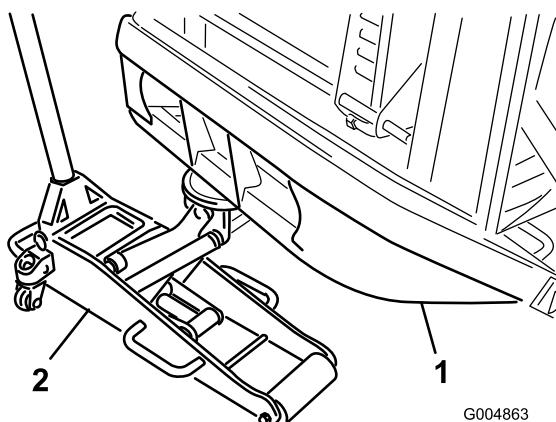

Figure 97
4. Placez un cric d'atelier adapté sous le tube de pare-chocs arrière et soulevez les roues arrière du sol (Figure 97).